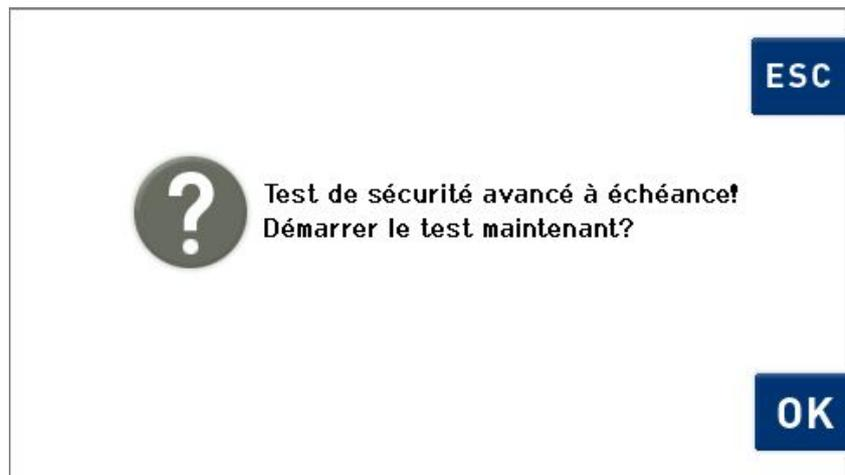

Fig. 10.3.1 Écran Démarrer test de sécurité
**i** Il est possible de reporter l'exécution du test 3x en pressant **ESC**, puis le test de sécurité doit être démarré (*fig. 10.3.1*). Il n'est possible de redémarrer la machine à nettoyer qu'après avoir effectué le test de sécurité avancé.